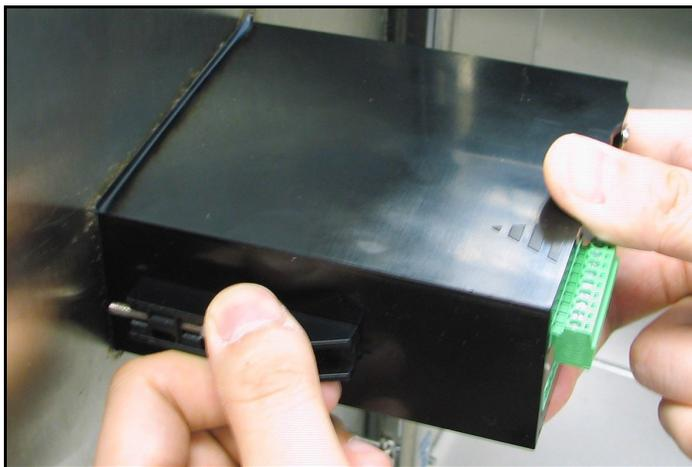

Figura 13: Bloqueo del soporte de montaje en su sitio
5. Sostenga el chasis y bloquee cada soporte de montaje en su sitio, deslizando hacia la parte posterior del *higrómetro monocanal* (vea la Figura 13).